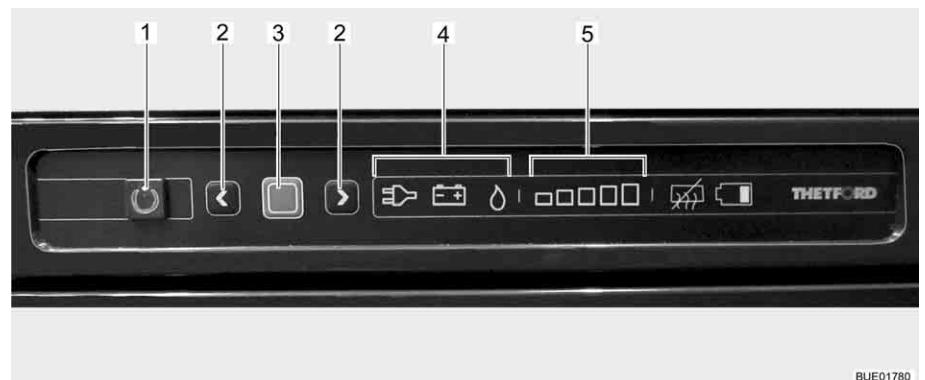

Bild 196 Reglage, knappar för kylskåpet
Det aktuella driftläget visas med en tänd symbol (Bild 196,4) på kontrollenheten.
När kylskåpet slås på väljs automatiskt den senast valda termostatinställningen. Denna inställning kan ändras manuellt med pilknapparna (Bild 196,2). De lysande staplarna på kylnivåindikatorn (Bild 196,5) visar den valda termostatinställningen. Med hjälp av pilknapparna ställs kyltemperaturen in för alla tre energikällorna. Det tar alltid några timmar innan man har en normal drifttemperatur i kylskåpet. Om en omkoppling sker till ett andra driftläge förändras termostatinställningen inte. Kyltemperaturen bibehålls oberoende av den valda energikällan.
- Tryck på på/av-knappen (Bild 196,1) i en sekund. Knappen (Bild 196,1) lyser grönt. Efter ca 10 sekunder dimmas indikeringen automatiskt för att spara ström.
- Tryck på bekräftelseknappen (Bild 196,3). Den aktuella inställningen för driftläget visas.
- Om inte driftläget gas har ställts in: Ändra inställningen genom att trycka på bekräftelseknappen (Bild 196,3) i ca 2 sekunder.
- Välj driftläget gas med hjälp av pilknapparna (Bild 196,2). Nu är gastillförseln öppen. Tändning sker automatiskt. Ett tickande ljud hörs tills tändningsproceduren är klar.
- Tryck ned bekräftelseknappen (Bild 196,3) i cirka 2 sekunder.
- Tryck på bekräftelseknappen (Bild 196,3) igen. Kylningsnivån indikeras med de lysande staplarna (Bild 196,5).
- Ändra inställningen genom att trycka på pilknapparna (Bild 196,2) tills önskad inställning visas.
- Tryck på på/av-knappen (Bild 196,1) i cirka 2 sekunder. Alla lampor slocknar. Kylskåpet är avstängt.
- Om inte gasdriftläget 230 V-drift är inställt: Ändra inställningen genom att trycka på bekräftelseknappen (Bild 196,3) i ca 2 sekunder.
- Med pilknapparna (Bild 196,2) väljer du 230 V-drift.
- Om inte gasdriftläget 12 V-drift är inställt: Ändra inställningen genom att trycka på bekräftelseknappen (Bild 196,3) i ca 2 sekunder.
- Med pilknapparna (Bild 196,2) väljer du 12 V-drift.